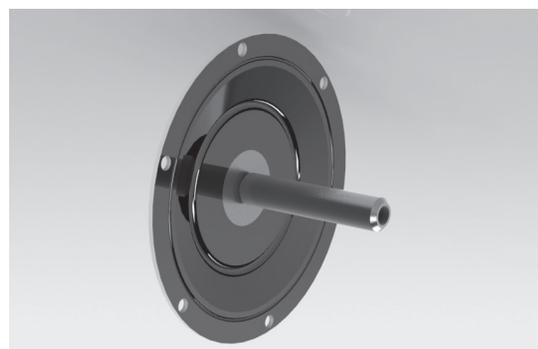

Figure 15
Insérez l'axe dans le corps central (1) puis vissez le second membrane (17) entièrement sur l'axe (19) (voir Figure 15).